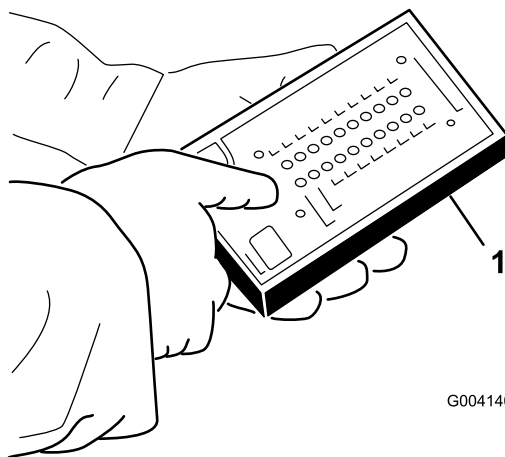

Figura 101
5. Conecte el conector de la pantalla diagnóstica ACE al conector del arnés (Figura 101).